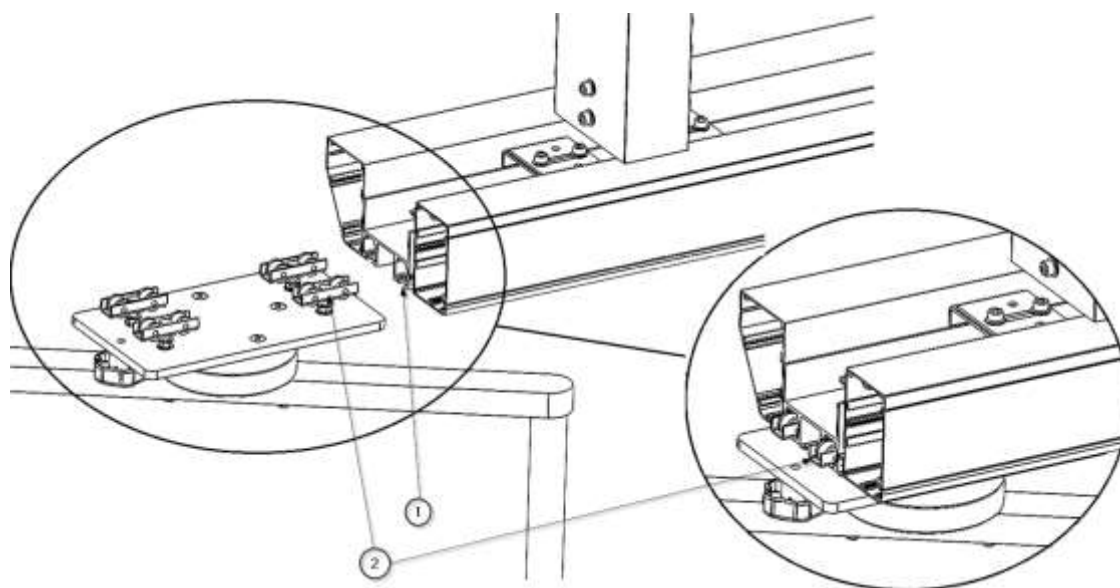

Fig. 12 Montage van de elementendragerwagen
- Plaats de elementendragerwagen zodat de lagers ② op de geleider in het midden van het hoofdgedeelte ① rusten, zoals weergegeven in afbeelding 12.